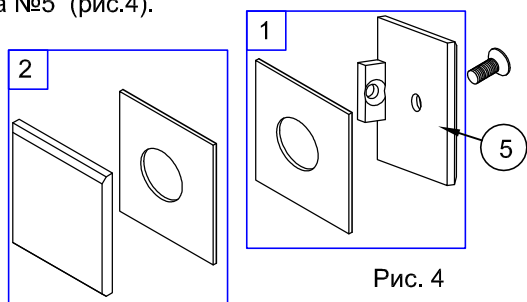
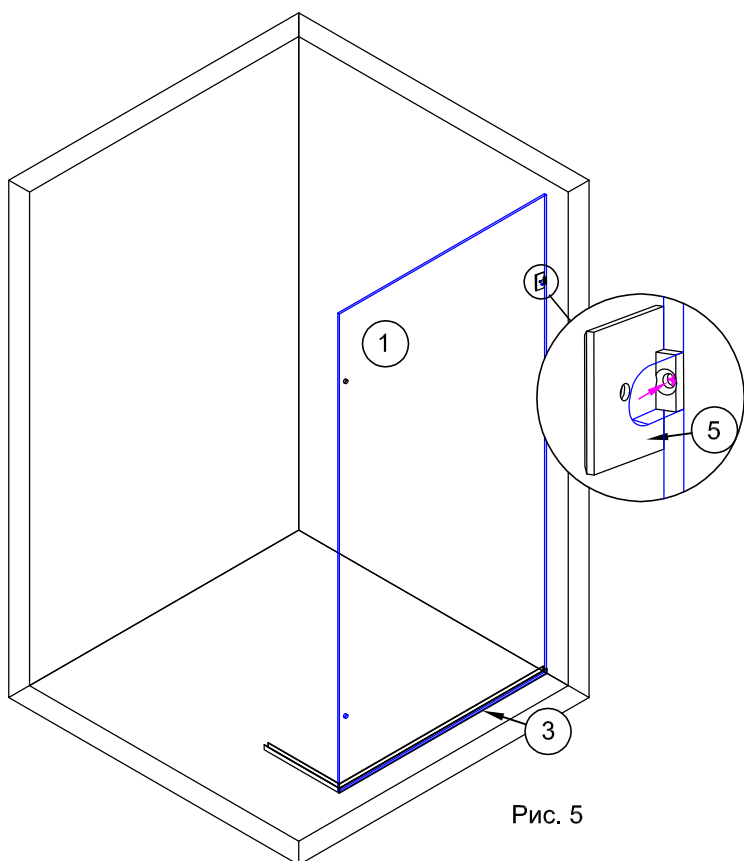

Рис. 4
Рис. 5
2.1. Шестигранным ключом раскрутить держатель стекла №5 (рис.4).
2.2. С внутренней стороны стекла в вырез установить комплект 1 держателя (рис.4). Отметить на стене место отверстия для крепления держателя №5 (рис.5).
Вставить в отверстие дюбель №11. При необходимости использовать молоток. (рис. 5)